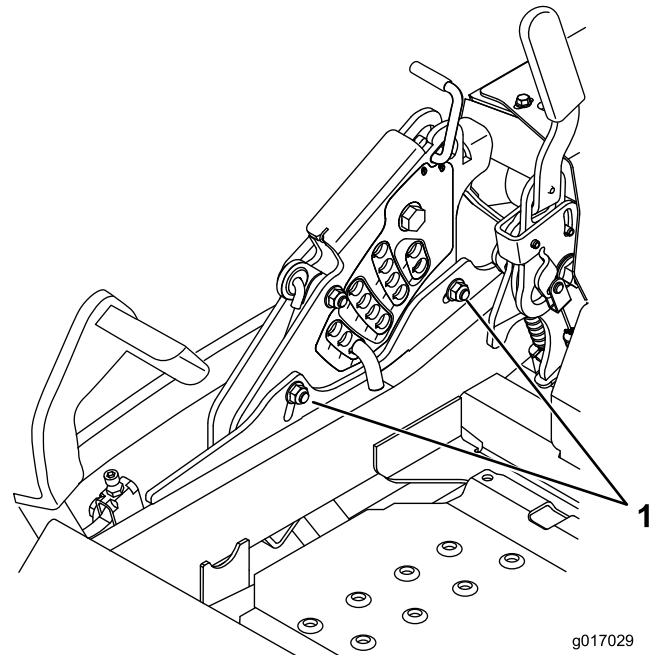

Figura 97
13. Para ajustar el sistema de ajuste de un solo punto, afloje los dos pernos situados cerca del borde inferior de la pletina de altura de corte. Consulte Figura 97.
15. Apriete los dos pernos situados cerca del borde inferior de la pletina de altura de corte (Figura 97). Apriete a 37–45Nm (27–33pies-libra).